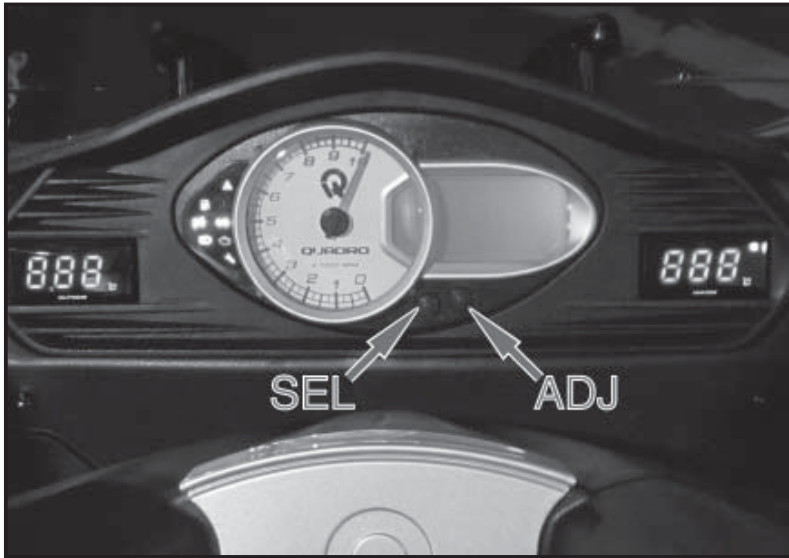

Fig. 01
4.7.1 INSTRUMENT PANEL FUNCTIONS (Fig. 01)